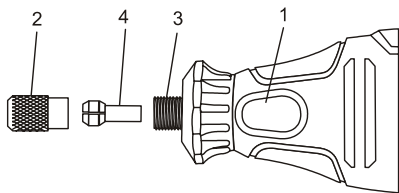
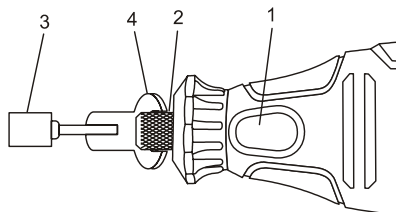

Рис. 2
Рис. 3
1. Удерживая нажатой кнопку блокировки шпинделя (1), (рис. 2) открутите против часовой стрелки ключом (4) гайку цанги (2) (рис. 3).
2. Установите нужную цангу (4) (рис. 2) и не отпуская кнопку блокировки шпинделя (1) (рис. 2) затяните гайку цанги по часовой стрелке.
1. Удерживая нажатой кнопку блокировки шпинделя (1), (рис. 2) ослабьте против часовой стрелки ключом (4) гайку цанги (2) (рис. 3).
2. Установите в цанговый зажим необходимую оснастку (3) (рис. 3) и не отпуская кнопку блокировки шпинделя (1) (рис. 2) затяните гайку цанги по часовой стрелке.